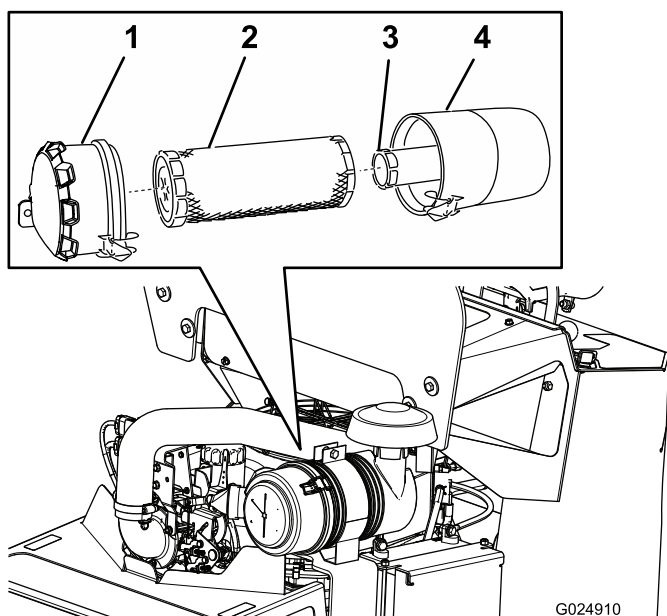

Figura 29
3. Liberte os trincos do filtro de ar e puxe a tampa para fora do corpo do filtro (Figura 29).
5. Deslize suavemente o filtro principal para fora do corpo do filtro (Figura 29).
2. Se substituir o filtro interior, deslize-o cuidadosamente para o corpo do filtro (Figura 29).
3. Deslize cuidadosamente o filtro principal sobre o filtro interior (Figura 29).
4. Faça deslizar a cobertura para o corpo do filtro do ar e prenda-a com os trincos (Figura 29).